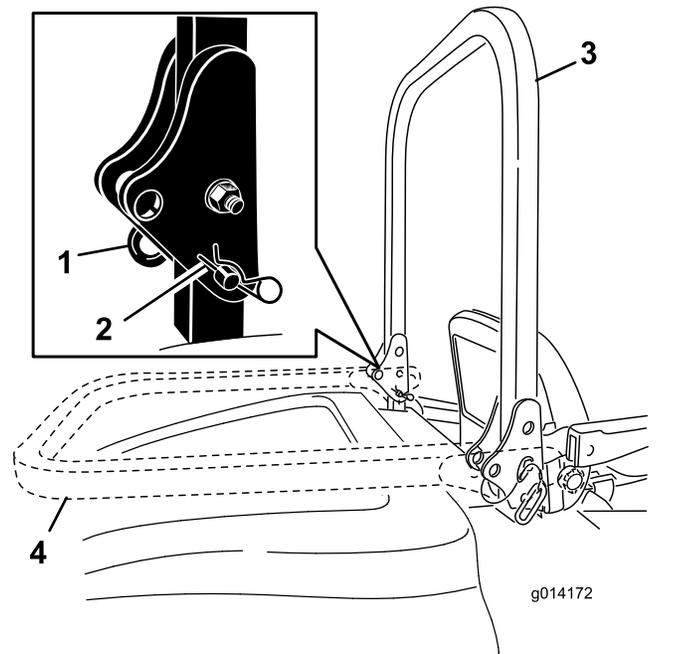

Figure 20
2. Retirez les 2 goupilles fendues et les 2 axes (Figure 20).
3. Relevez l'arceau de sécurité en position d'utilisation (Figure 20).
4. Fixez l'arceau de sécurité en position avec les 2 axes et les 2 goupilles fendues (Figure 20).
1. Retirez les goupilles fendues, poussez l'arceau de sécurité en avant contre les ressorts et retirez les 2 axes (Figure 20).
2. Faites pivoter l'arceau de sécurité à la position abaissée (Figure 20).
3. Installez les 2 axes dans les plaques de pivot et fixez les axes avec les 2 goupilles fendues (Figure 20).